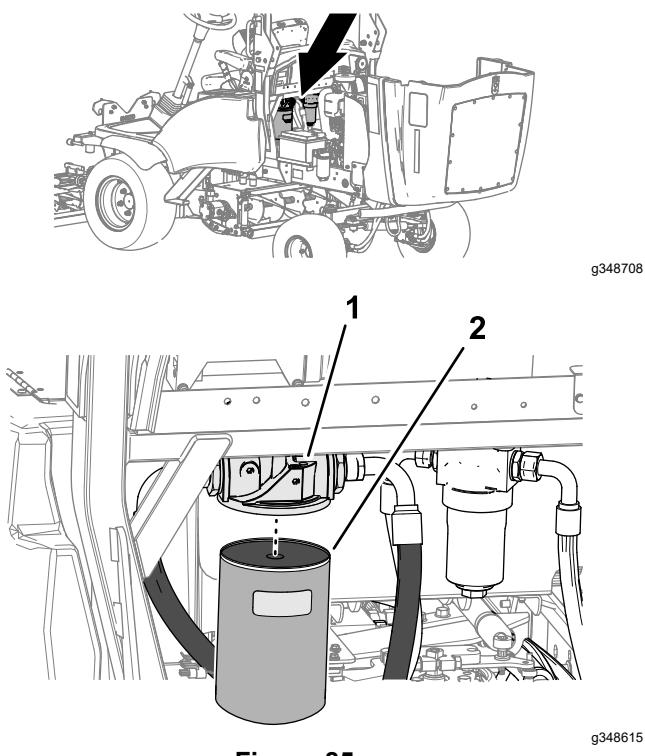

Figura 85
- En el lado izquierdo de la máquina, limpie la zona alrededor de la cabeza del filtro y coloque un recipiente debajo del filtro (Figura 85).
- Retire el filtro de retorno (Figura 85).
- Monte el filtro en la cabeza del filtro y apriételo a mano hasta que la junta entre en contacto con la superficie de montaje, luego gírelo media vuelta más (Figura 85).